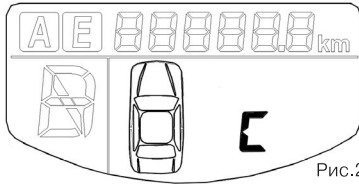

Рис.2
7. Длительное нажатие (около 6 секунд) на "SET" на аварийном выключателе давления в шинах переведет вас в изменение настроек положения колес. Теперь давление, температура и иконка каждого колеса на отображаются на LCD дисплее. LCD показывает "C", смотрите рисунок 2:
8. Меняя настройки колеса, после короткого нажатия клавиши “+” переднее колесо отобразится на дисплее и будет мигать. После короткого нажатия клавиши “+” можно выбрать следующее колесо по часовой стрелке. Нажмите кнопку “SET” для подтверждения замены одного колеса. Эта иконка перестанет мигать и нормально отобразится. Продолжайте нажимать “+” по часовой стрелке, чтобы выбрать следующее сменное колесо, нажмите кнопку “SET” для подтверждения выбранного колеса. Когда выберете положение второго колеса, длительное нажатие (около 6 секунд) на “SET” отменит настройки и вернется в исходное положение. Кратким нажатием на “SET” подтвердите изменения, а затем отобразится исходное положение колеса, смотрите рисунок 2.